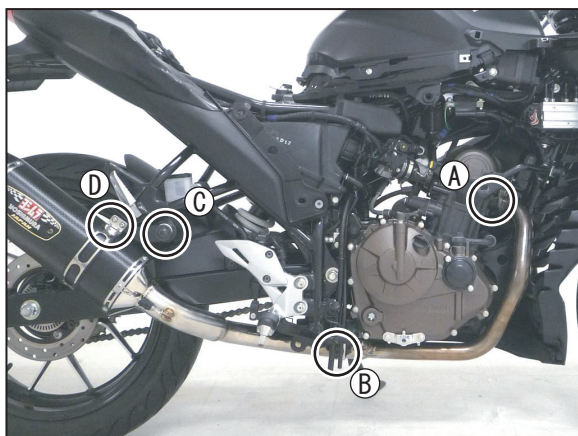

FIG. 10
11. サイレンサーの傾きや、車両とのクリアランスを調整し、仮締めしたボルト、ナットを①エキゾーストパイプ→②エキゾーストパイプ固定部→③タンデムステップ→④サイレンサーバンドの順に、規定トルクで締め付けて下さい。(FIG. 10~12 参照)